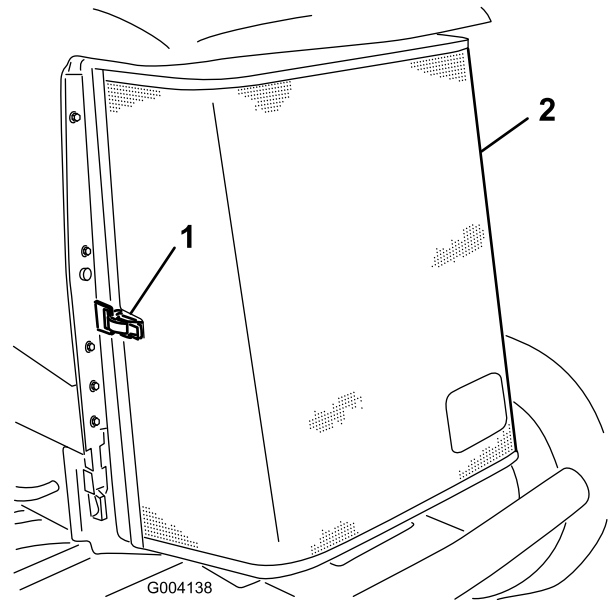

Figura 94
5. Desenganche la rejilla trasera y ábrala (Figura 94).